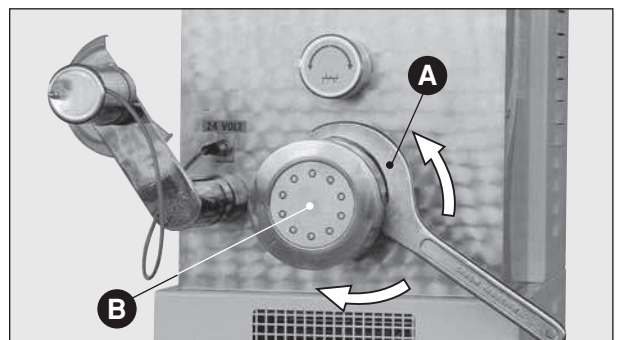

Abb. 36
- Zwinde, Ziehvorrichtung und Filter: die Zwinde mit dem dazu vorgesehenen Schlüssel (**Abb. 36 A**) losschrauben, wobei darauf geachtet werden muß, die Stücke nicht fallen zu lassen, wenn die Zwinde aus ihrem Sitz heraustritt (das Gewicht der Stücke mit dem übriggebliebenen Produkt beträgt einige Kilos und kann leicht aus den Händen gleiten und sich selbst oder den Stücken Schäden zufügen).
- Förderschnecke: wenn die Nutmutter, die Ziehvorrichtung (**Abb. 36 B**) und den Filter abmontiert sind, ist es einfach die Förderschnecke aus der Maschine herauszunehmen, indem man sie von der Spirale vom inneren Ende wegdrückt.